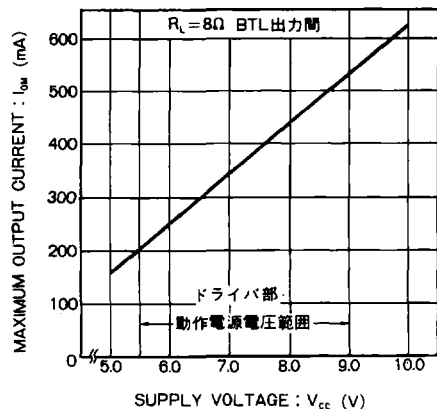

Fig.2 電源電圧一最大出力電流
* ドライバ部の最大出力振幅によって制限をうける最大出力電流と、電源電圧の関係については Fig.2 を参照してください。